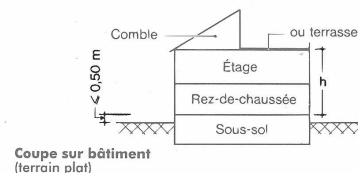

Figure 1
- Conditions de niveaux (Fig.1) :